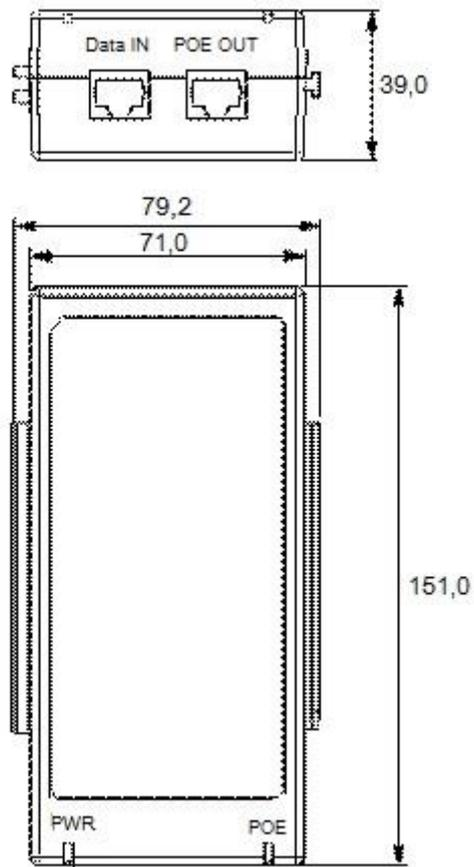

Рисунок 3
4.2 Выберите место крепления изделия с учетом габаритных размеров (рис.3) и удобства работы с монтажным инструментом.